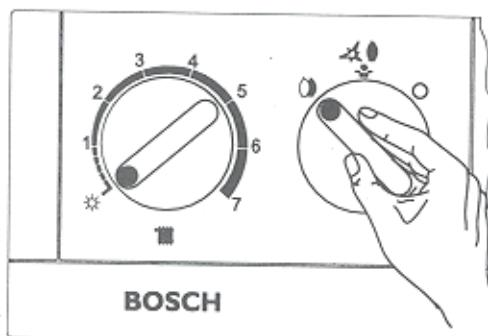

Figura 12
- Rotiți întreruptorul principal spre stânga, pe poziția "Funcționare continuă" (Figura 12)